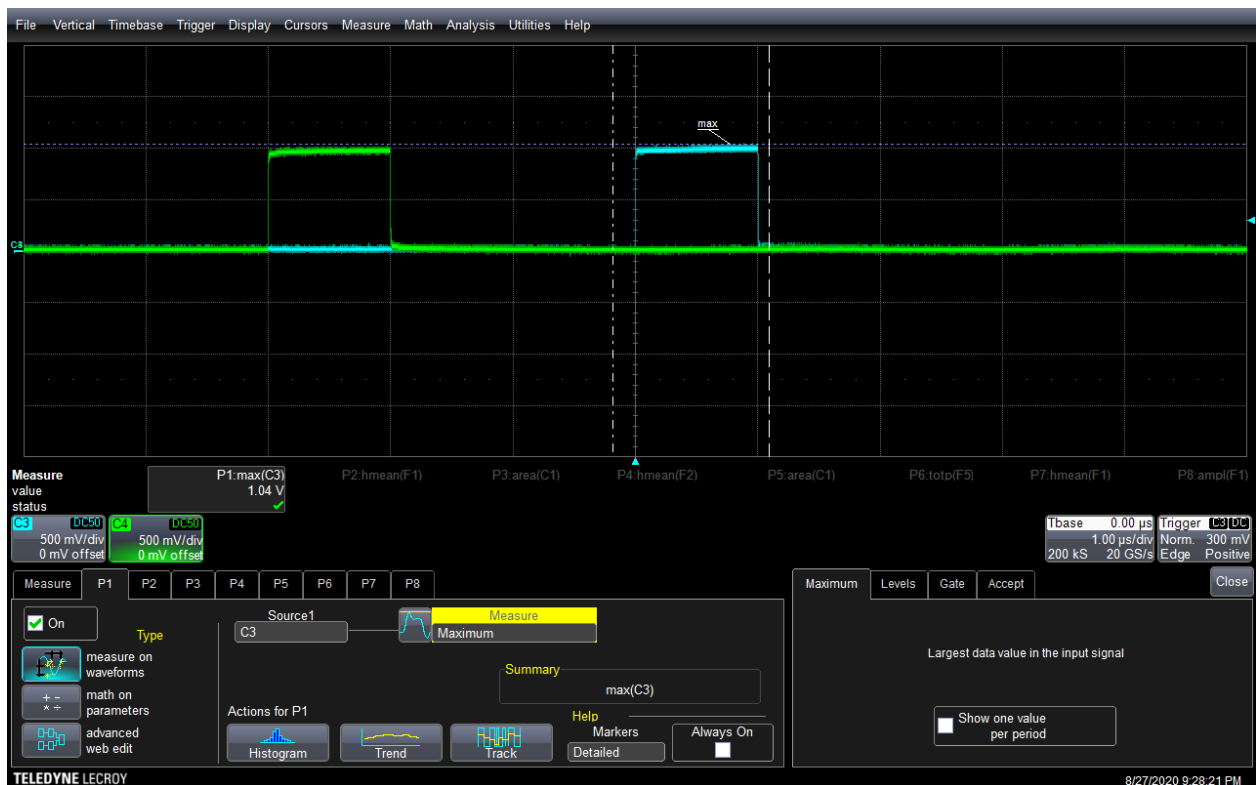

Рис. 12. Работа с осциллографом
4.5. Выбрать диапазон для измерения , перетягивая мышкой вертикальные белые линии курсора (Рис. 12)